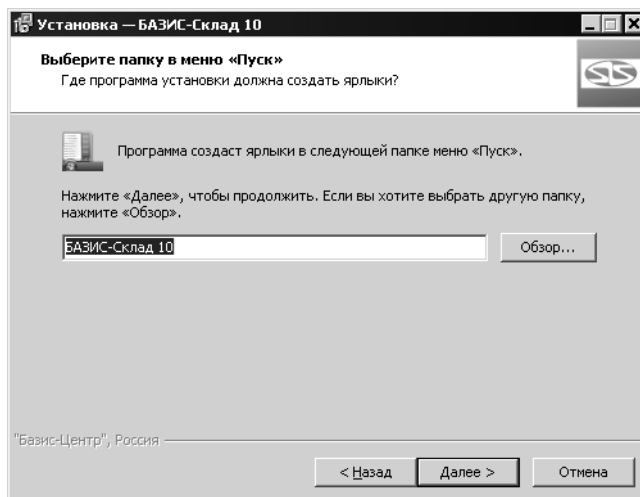

Рис. 1.4.
7. Укажите папку Главного меню Windows, в котором будут созданы ярлыки для запуска модуля (рис. 1.4).